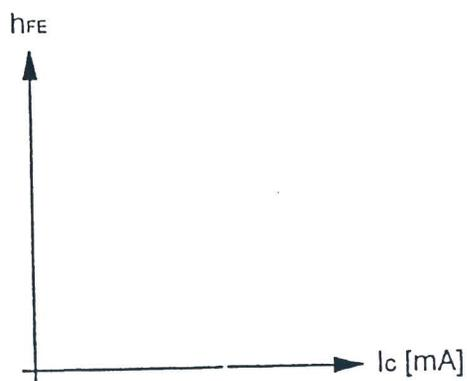

Fig. 2.5
15. Trazar en la Fig. 2.5 la curva del parámetro estático  $h_{FE}$  en función de la corriente de colector [ $h_{FE} = f(I_C)$ ] con  $U_{CE}$  constante;